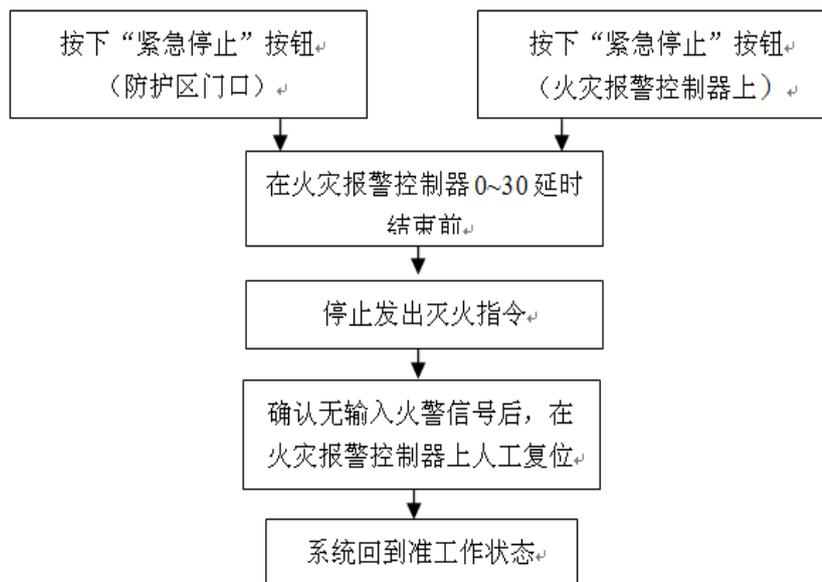

图 35a 紧急停止操作流程
- 1、防护区门口/火灾报警控制器上的紧急停止操作流程如图 35a：